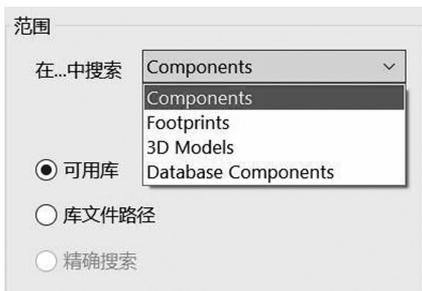

图 4-63 “范围”选项组
(1) “范围”选项组：用于设置查找范围，如图 4-63 所示。